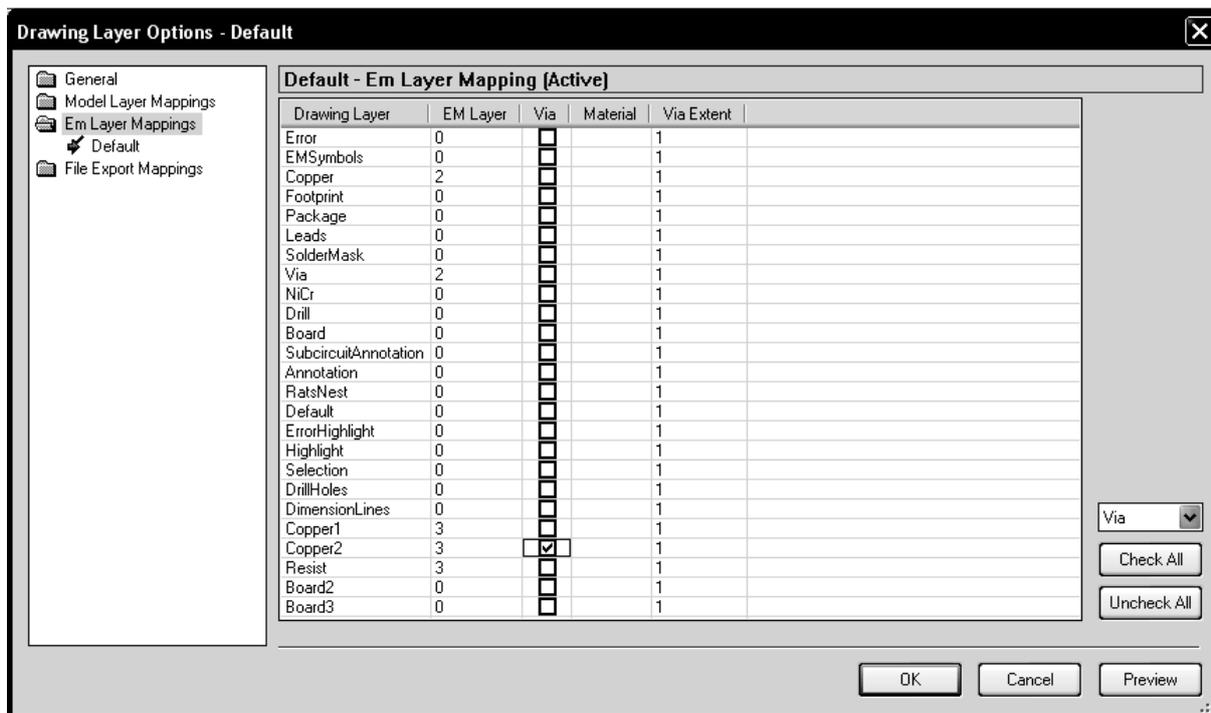

Рис. 5.79
6. По умолчанию для слоя черчения **Copper** установлен второй слой диэлектрика. Оставьте эту установку без изменения. Для вновь установленных слоёв черчения слои диэлектрика не определены. Для слоёв **Copper1**, **Copper2** и **Resist** определите третий слой, введя **3** в столбце **EM Layer**, для слоёв **Board2** и **Board3** в этом столбце введите **0** (рис. 5.79). Для слоя **Copper2** отметьте столбец **Via** (Межслойный переход).